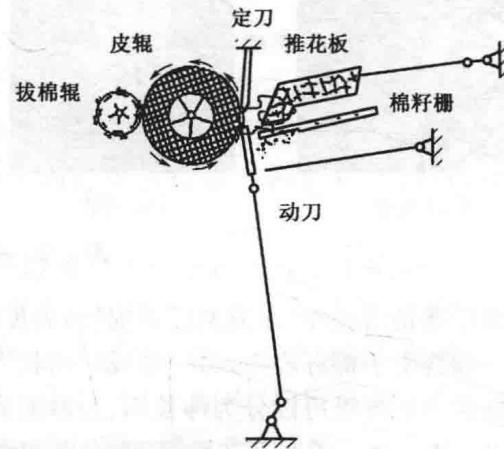

图 1-5 皮辊轧花机轧花原理图
(2) 皮辊轧花与皮辊棉 皮辊机的工作原理是利用表面毛糙的皮辊的摩擦作用,带住籽棉纤维从上(定)刀与皮辊的间隙通过时,依靠下(动)刀向上的冲击力,使棉纤维与棉籽分离(图 1-5)。